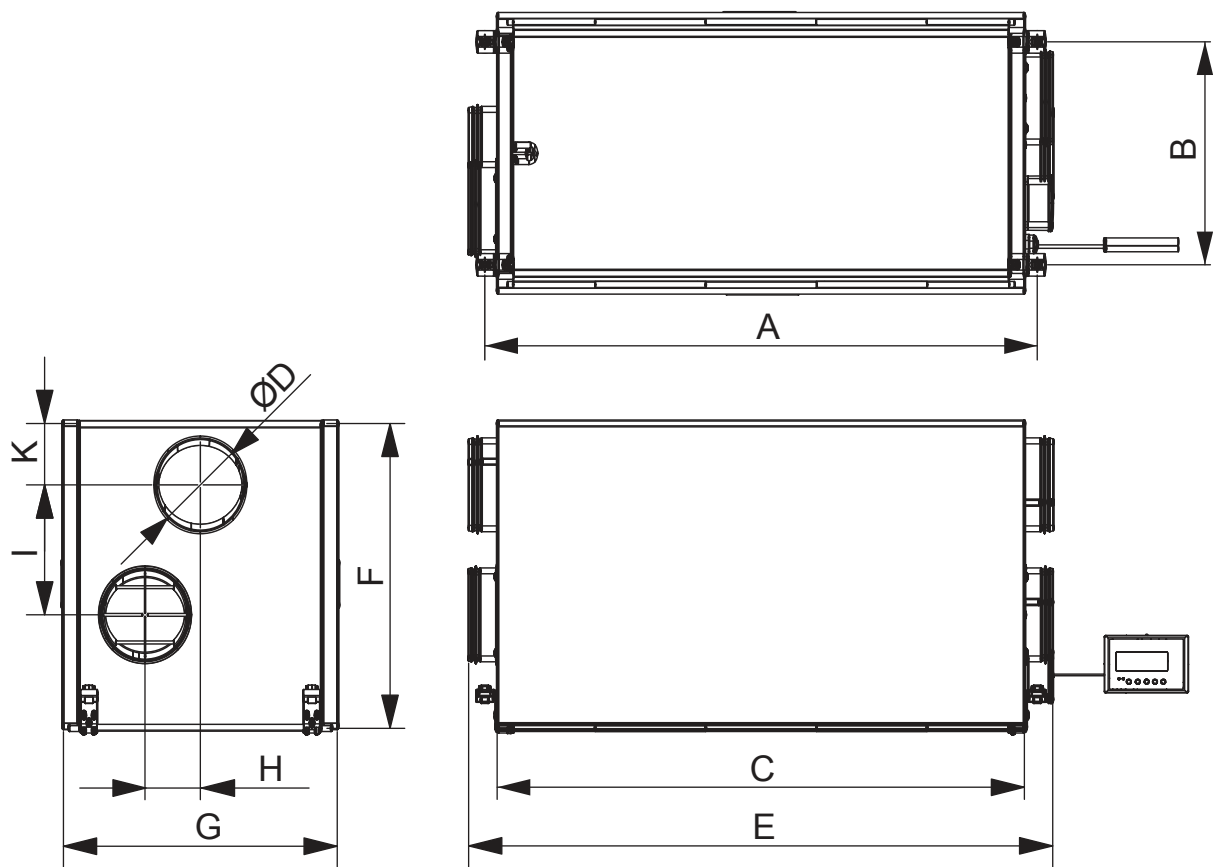

Рис. 1. Габаритные и присоединительные размеры для ВУТ ЭГ 350..600
Основные габаритные и присоединительные размеры, внешний вид и технические параметры указаны на рис. 1 и 2, и в табл. 1, 2 и 3.
**Предусмотрите зону обслуживания и смотровой люк для обслуживания воздушных фильтров, рекуператора и вентиляторов. Для каждой установки предусмотрите отдельный люк. Более подробная информация приведена на габаритном чертеже (см. рис. 1).**